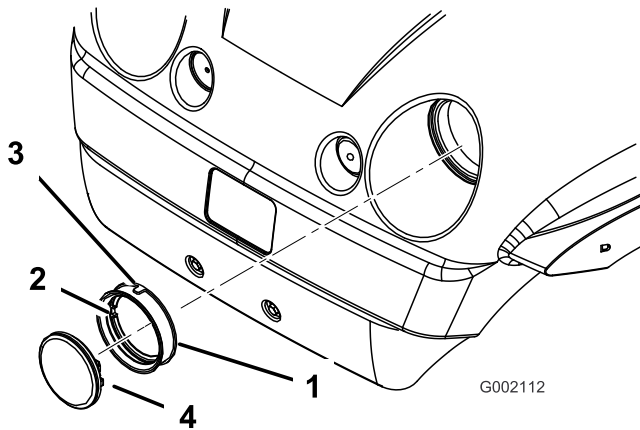

Bild 40
- Entfernen Sie die Gummidichtung vom Scheinwerfer (Bild 40). Entsorgen Sie den alten Scheinwerfer.
5. Fluchten Sie die Auskerbung an der Innenseite der Dichtung mit der Auskerbung am neuen Scheinwerfer aus (Bild 40). Schieben Sie die Dichtung auf den neuen Scheinwerfer, bis die Dichtung fest anliegt.